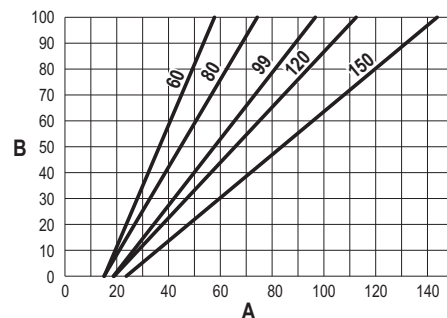

fig. 59
- Apăsați **tastele contextuale 1 și 2** pentru a mări sau a reduce puterea termică (minimă = 00 - maximă = 100). Consultați diagrama “Reglarea puterii termice” (fig. 59).